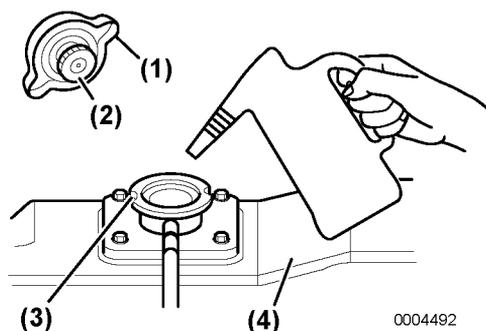

Abbildung 18
3. HINWEIS: NIEMALS kaltes Kühlmittel in einen heißen Motor einfüllen. Langsam Kühlmittel in Kühlmittelbehälter (**Abbildung 18, (4)**) füllen, um Luftblasen zu vermeiden. Kühlmittel einfüllen, bis dieses am Füllstutzen überfließt.
4. Füllstutzendeckel-Laschen (**Abbildung 18, (2)**) mit Füllstutzeaussparungen (**Abbildung 18, (3)**) ausrichten und Füllstutzendeckel (**Abbildung 18, (1)**) fest anziehen. HINWEIS: Deckel des Kühlmittelbehälters nach dem Prüfen des Kühlmittelbehälters STETS fest anziehen. Wenn der Deckel lose ist, kann bei Motorbetrieb Dampf austreten.